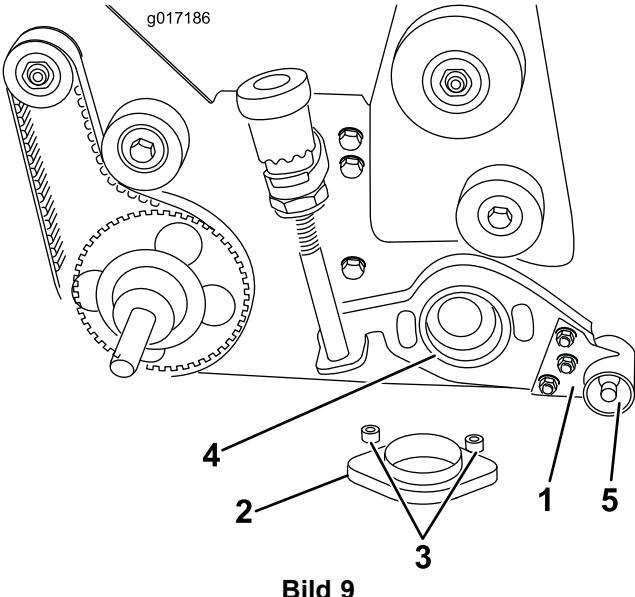

Bild 9
- Setzen Sie einen Adapterring in das Spindelkegelrollenlager-Gehäuse (Bild 9).
- B. Schieben Sie die Groomerplatte über das Ende der Groomerwelle (Bild 9).
- C. Stecken Sie zwei Senkschrauben (3/8" x 2") durch die Abdeckung des Groomerarms und den Kegelrollenlager-Adapter. Legen Sie ein Distanzstück auf jede Schraube, bevor Sie den Adapter im Spindelkegelrollenlager-Gehäuse positionieren. Schieben Sie den Adapter durch das bronzene Kegelrollenlager in die Grommerplatte und in das Spindelkegelrollenlager-Gehäuse. Schrauben Sie die Sicherungsmuttern auf die Senkschrauben und ziehen sie mit 31 bis 37 N·m an (Bild 9).
- D. Befestigen Sie das rechte Ende der Groomerwelle mit einer Sicherungsmutter (1/2") (Linksgewinde) an der Groomerplatte. Ziehen Sie die Sicherungsmutter mit 39 bis 47 N·m an (Bild 9).
22. Befestigen Sie das Groomereinstellrad mit der in Schritt 8B entfernten Kopfschraube (3/8" x 5/8") und Belleville-Scheibe an der rechten Seitenplatte (Bild 9).